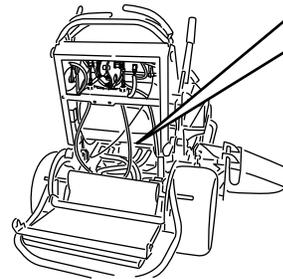

Figura 24
3. Abra las válvulas de desvío de ambas bombas girándolas 1 a 2 vueltas en el sentido contrario a las agujas del reloj (Figura 24).